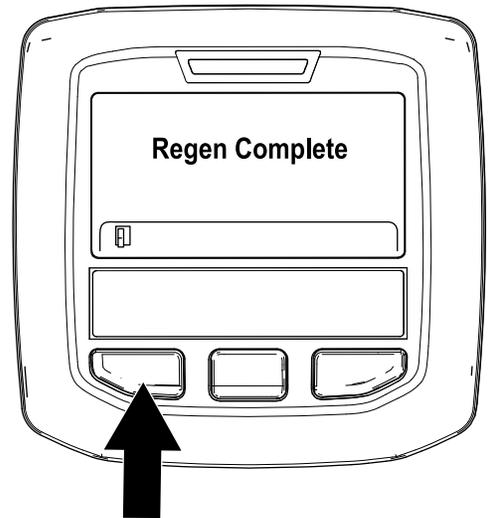

Figura 57
- La rigenerazione parcheggiata è completa quando nell'InfoCenter appare il messaggio "Regen Complete" (Rigen. completa). Premete il pulsante sinistro per uscire e tornare alla schermata Home (Figura 57).